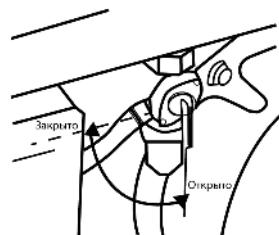

Рис.6
- Откройте топливный кран (Рис. 6)